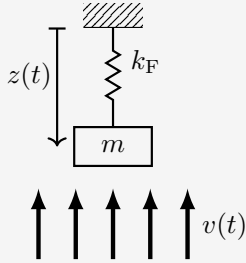

Abb. 7: Angeströmte, aufgehängte Masse
**Beispiel:** Betrachte Abb.7. Die Masse  $m$  ist an einer Feder mit Federkonstante  $k_F$  aufgehängt und wird von unten mit einem Gas mit Geschwindigkeit  $v(t)$  angeströmt. Die Geschwindigkeit  $v(t)$  entspricht der Eingangsgröße  $u(t)$ . Die Kraft der Anströmung auf die Masse  $m$  sei proportional zum Quadrat der relativen Geschwindigkeit. Die Position des Systems ist der Ausgang  $y(t)$  und wird mit einem Sensor gemessen.
4. Die Kraft der Anströmung wirkt laut Abb. 7 der positiven  $z$ -Richtung entgegen und hat deshalb ein negatives Vorzeichen. Somit ist das Modell des Systems gegeben durch: